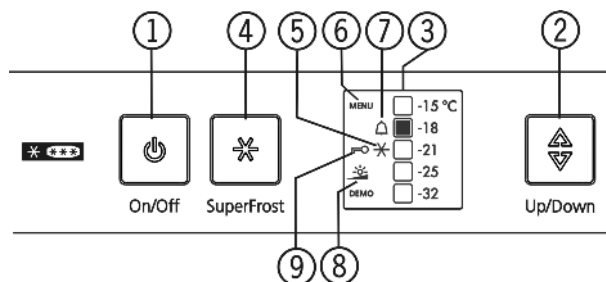

Fig. 3
- A SuperFrost ikon Fig. 3 (5) villog a hőmérsékletkijelzővel együtt.